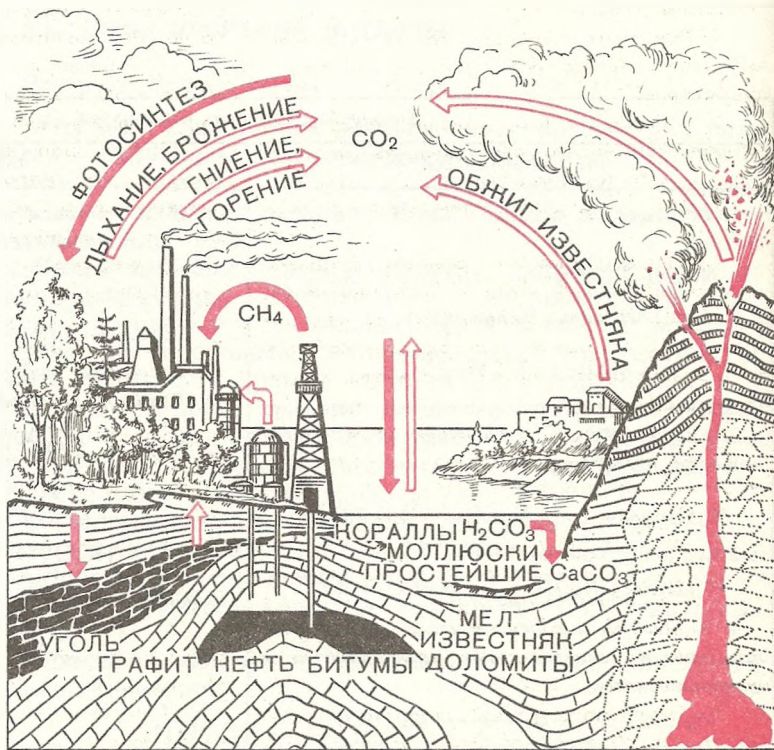

Рис. 36. Круговорот углерода в природе.
вещества, в том числе оксид углерода (IV). Оксид углерода (IV) выделяется также в процессах разложения некоторых неорганических веществ, например при обжиге известняка. Однако его количество в атмосфере увеличивается медленно. Это объясняется тем, что оксид углерода (IV) участвует в фотосинтезе и атомы углерода снова переходят в состав органических веществ растений. Многие из них употребляются в пищу животными и человеком. Так происходит непрерывный круговорот углерода в природе (рис. 36).
1. Какой объем оксида углерода (IV) выделится (н. у.) при обжиге 500 т известняка, содержащего 0,1 массовую долю примесей?
23. Используя рисунок 36, составьте уравнения химических реакций, которые происходят при круговороте углерода в природе.